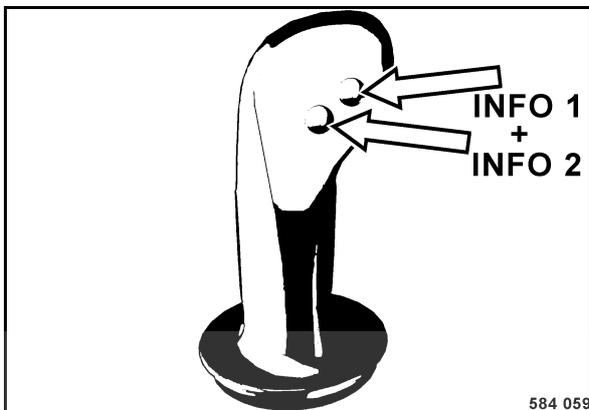

fig. 99
- Appuyer sur les deux touches Info (fig. 99) pendant plus de trois secondes pour accéder au mode d'enregistrement.